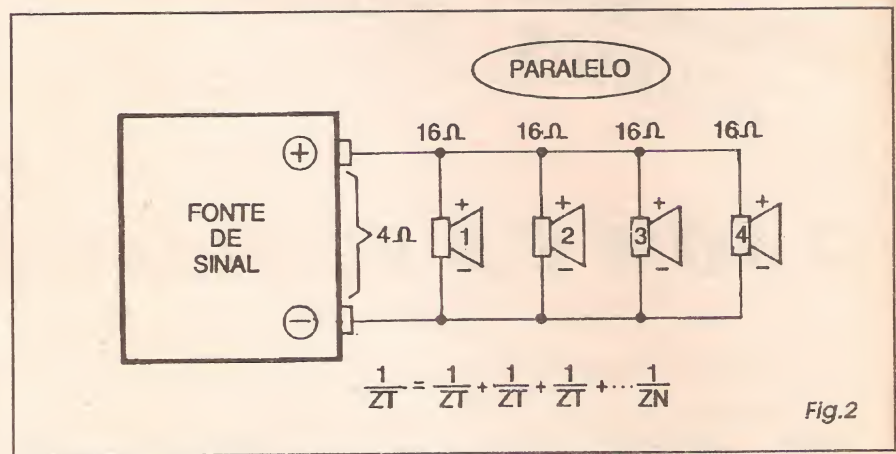

Fig.2
- FIG. 2 - LIGAÇÃO DE ALTO-FALANTES EM PARALELO - Na configuração típica EM PARALELO, embora o exemplo indique 4 alto-falantes, também (em tese...) qualquer quantidade de transdutores pode ser associada... É também (como sempre...) necessário observar a polaridade, com todos os terminais **positivos** dos transdutores ligados ao **positivo** da fonte de sinal, e todos os terminais **negativos** dos falantes, levados ao **negativo** da fonte de sinal... A IMPEDÂNCIA TOTAL (*Zt*) é calculada através de uma fórmula também semelhante à utilizada para as associações de simples resistores em paralelo: